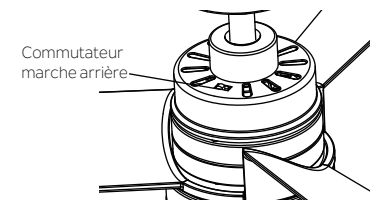

Fig. 25
3. Commutateur marche arrière : Permet de contrôler le sens, en avant ou en arrière (Fig. 25)